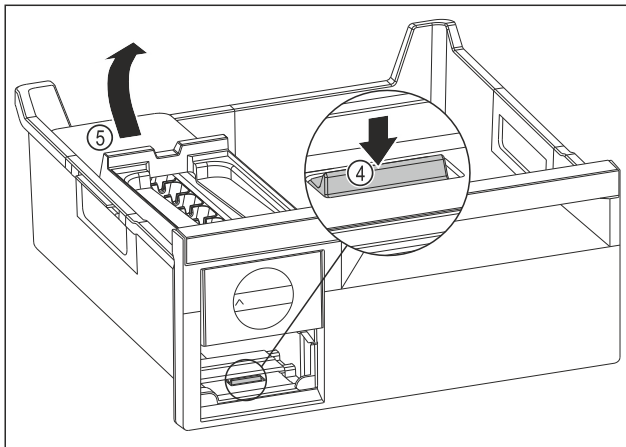

Fig. 130
- ▶ Wyjmowanie korpusu EasyTwist-Ice: Nacisnąć nakładkę Fig. 130 (4) palcem w dół i jednocześnie podnieść korpus EasyTwist-Ice Fig. 130 (5) od tyłu drugą ręką.